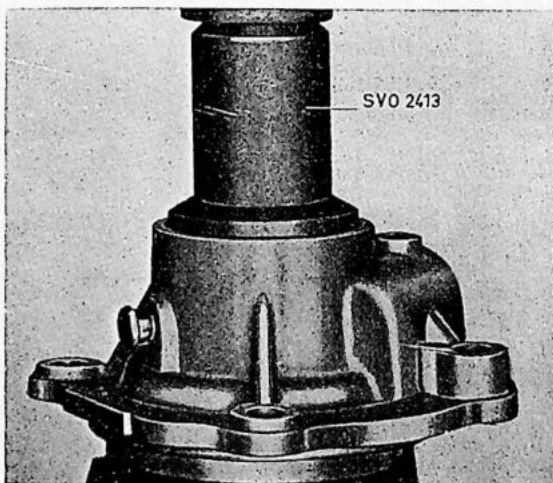

Fig. 4-35. Montage van de oliekeerring in het achterdeksel
- Plaats de worm van de snelheidsmeter tegen het kogellager in het achterdeksel. Pers de oliekeerringen met stempel SVO 2413 erin; zie Fig. 4-35.